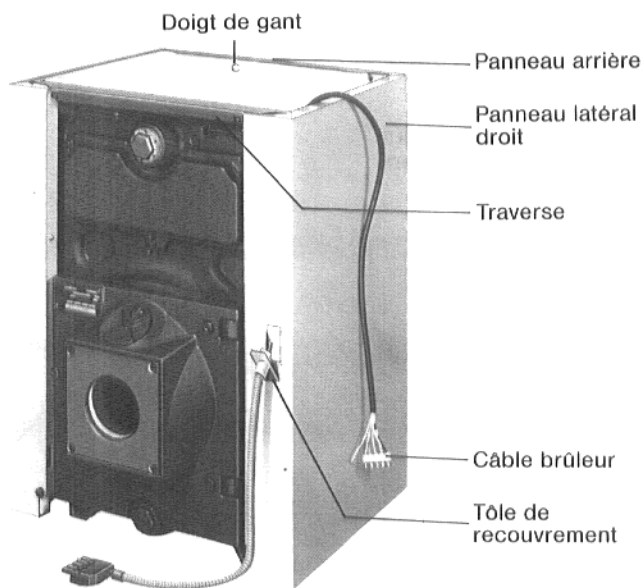

Fig. 8
5.3 Enlever le câble brûleur qui se trouve dans le carton du tableau de commande. Faire passer le câble brûleur de la partie inférieure vers la partie supérieure par le passe-câble du panneau latéral droit et fixer la tôle de recouvrement qui se trouve sur le câble brûleur (Fig. 8).
Faire passer l'extrémité supérieure du câble brûleur sous la traverse à droite et la placer vers l'arrière sur le calorifugeage (Fig. 8).
5.5 Etancher le doigt de gant, qui est emballé dans le carton du tableau de commande, au milieu de l'élément arrière (Figs. 8 et 10), à ce but couper le calorifugeage suivant les besoins.